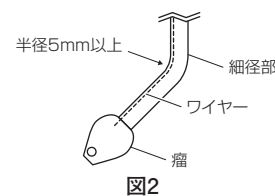

図2
5. 挿入に際しては、冠動脈内に挿入する深さ、冠動脈口からの冠動脈の走行を十分検討し、細径部にアングルをつけること。キンクを防ぐためワイヤーがアングルの内側になるようにするとともに、アングルの内側の半径を5mm以上確保することを勧める。細径部を小指に巻きつけるようにして曲げると良好なアングルが得られる。(図2)